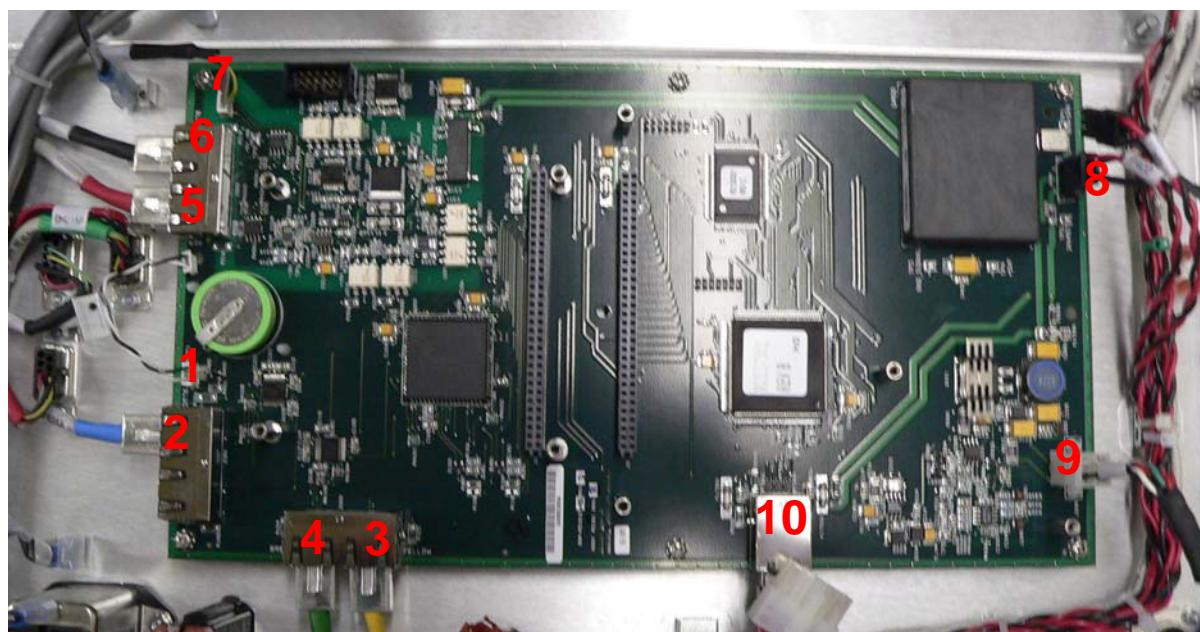

图 B-36 主板布线
7. 按以下 (图 B-36) 所示, 断开接线:
9. 取出电路板，并用六 (6) 颗十字螺丝安装新的电路板。
10. 按以下 (第 B-25 “页图 B-36) 所示，重新布线：